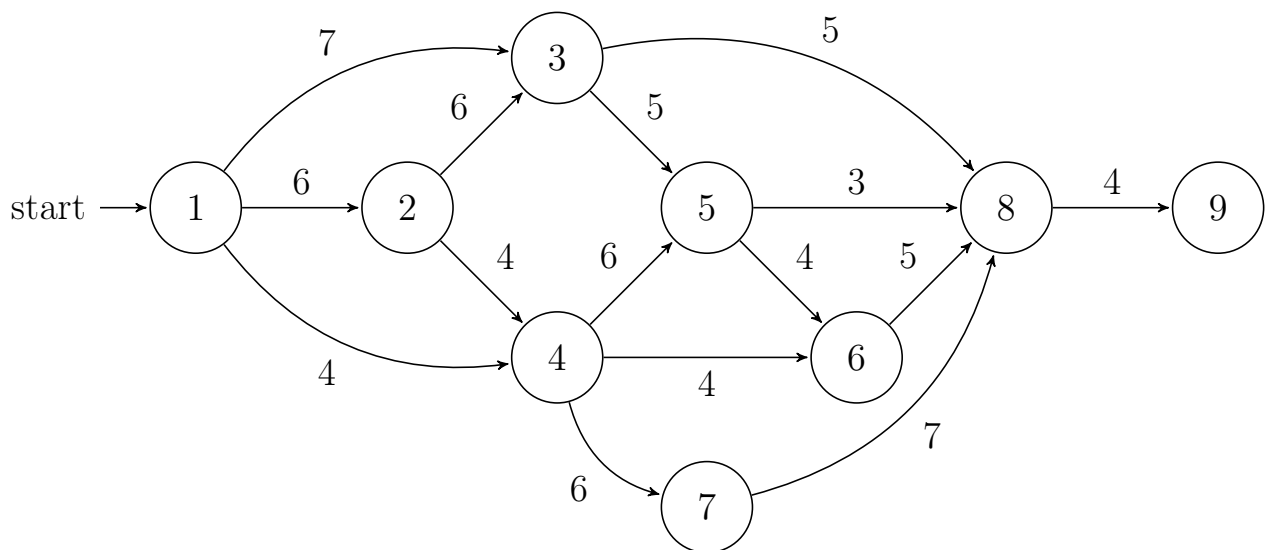

Рис. 2.1: Исходный граф (вариант 32)
- Задача сетевого планирования, метод динамического программирования. На основе графа, приведенного на рис. 2.1: